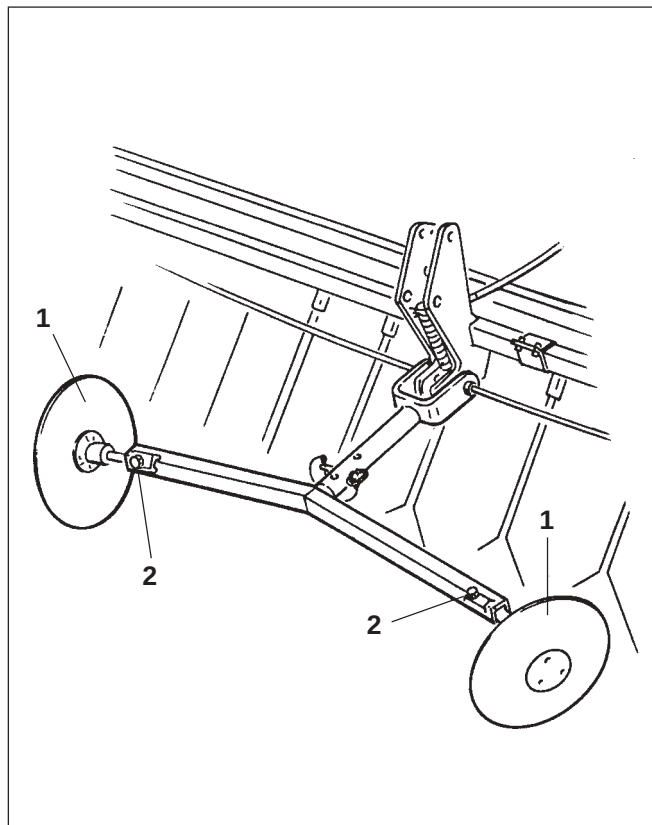

Рис. 14.6
Распределитель высевающих катушек с двухразовым включением или включением 6-плюс оснащены только на стороне с распределительными высевающими катушками для прокладывания технической колеи. Поэтому необходимо монтировать на этих распределителях только один из двух дисков маркера (Рис. 14.6/1). Этот диск маркера необходимо установить таким образом, чтобы во время движения вперед и назад по полю ширина колеи была прочерчена.
Диски маркера (Рис. 14.6/1) маркируют проложенные распределителем высевающих катушек технические колеи и устанавливают правильное расположение колеи.
- Отпустить винт (рис. 14.6/2),
- Диски маркера (Рис. 14.6/1) раздвинуть соответственно ширине технических колеи,
- Винт (Рис. 14.6/2) снова крепко зажать.